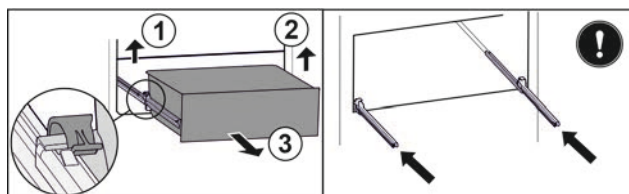

Fig. 39*
- ▶ Приподнимите левый зажим и одновременно вытяните движением вперед выдвижной ящик слева Fig. 39 (1).*
- ▶ Приподнимите правый зажим и одновременно вытяните движением вперед выдвижной ящик справа Fig. 39 (2).*
- ▶ Извлеките выдвижной ящик движением вперед Fig. 39 (3).*